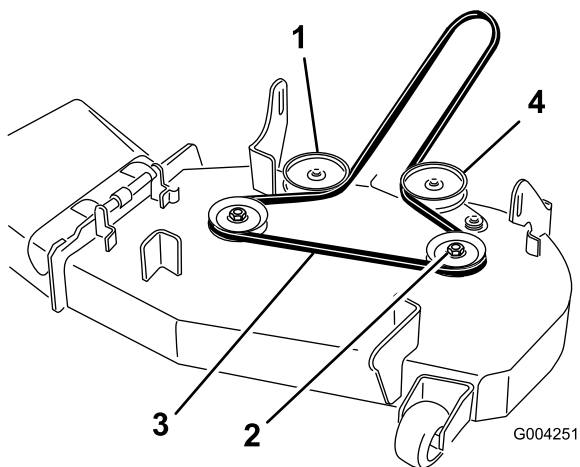
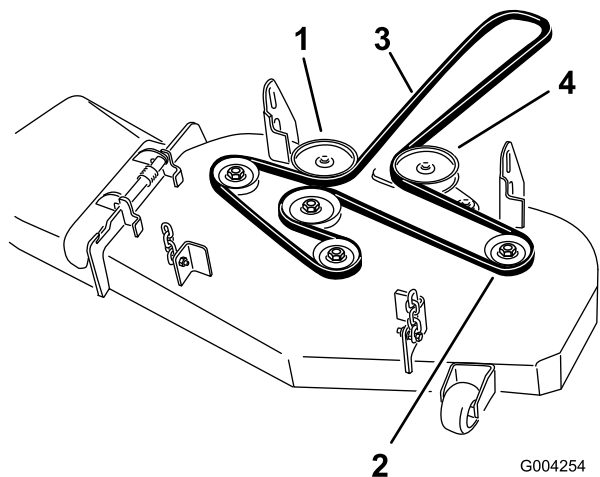

Figura 44
Figura 45
5. Tire del brazo tensor para aliviar la tensión de la correa sobre la polea de la izquierda (Figura 44 o Figura 45).
7. Pase la correa nueva alrededor de las poleas (Figura 44 o Figura 45).